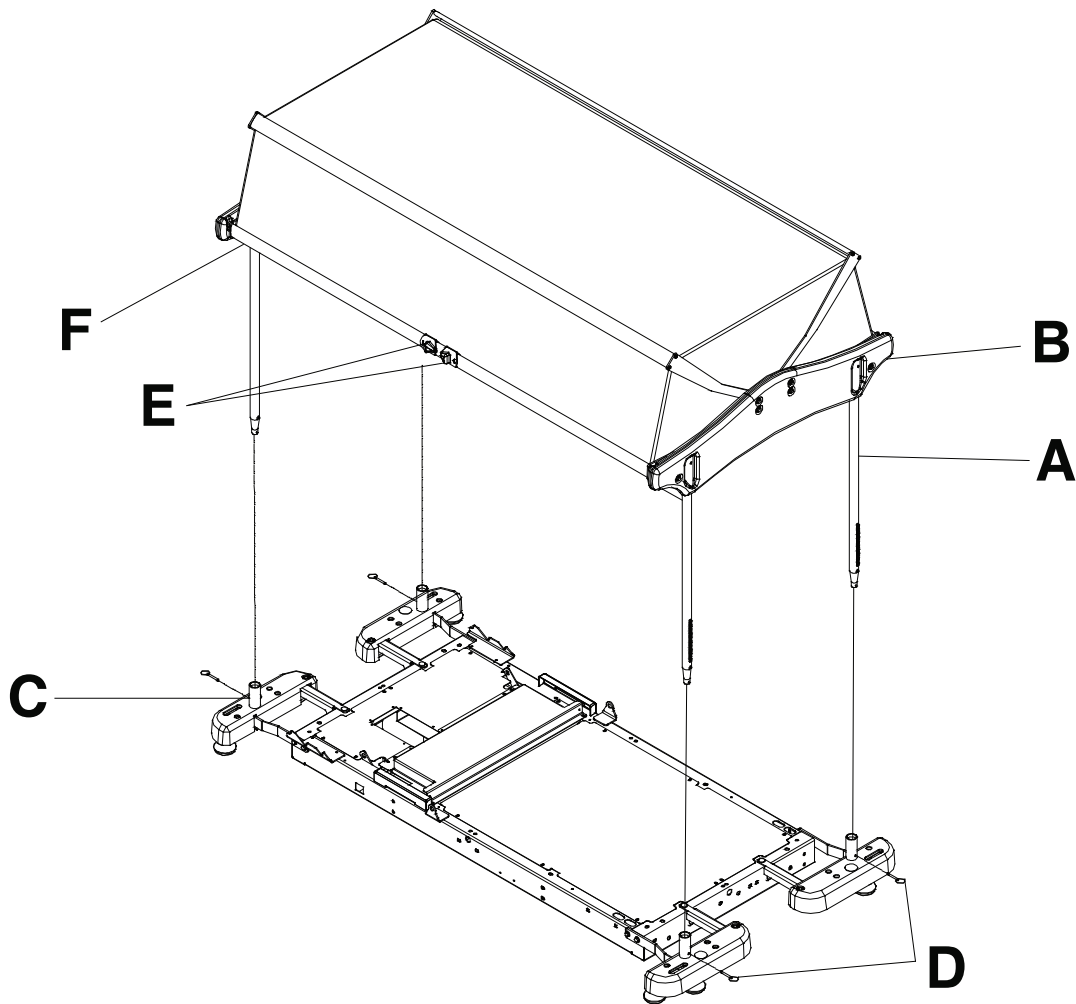

Figura 17 – Cubierta superior protectora retráctil
1. Pulse el pasador de bloqueo situado en la sección superior de cada poste (A) e inserte el poste en la ranura de la estructura de plástico (B) (Figura 17). Repita el proceso con los demás postes.
2. Instale los cuatro postes en los orificios de los soportes de accesorios (C) (Figura 17).
3. Utilizando una llave de combinación de 9/16 pulgadas, fije los postes en los orificios de los soportes de accesorios con los cuatro pasadores de enganche (D) (Figura 17).
1. Para abrir la cubierta superior protectora, apriete los dos mandos de liberación (E) y levante la barra inferior (F) hasta la posición deseada (Figura 17).
2. Para cerrar la cubierta superior protectora, agarre la barra inferior (F) y bájela hasta que quede bloqueada en posición (Figura 17).